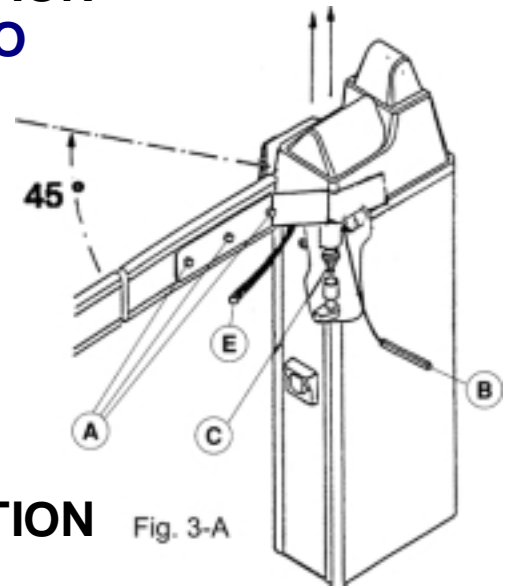

Fig. 3-A
1. Fijar la barra en la horquilla apretando los 3 tornillos (A), de la fig. 3-A.
2. Desbloquear manualmente (B) y acompañar el dispositivo de retorno de la barra.
3. Poner la barra horizontalmente a 45° y equilibrarla en dicha posición, maniobrando la tuerca (C) de regulación (llave de desbloqueo de 24).
1. Make a $\varnothing 5$ mm hole on the side cap (D) of the pneumatic safety edge (fig. 3-B)
2. Stick inside the tube (E) for 2 cm abide seal it to the cap with proper glue